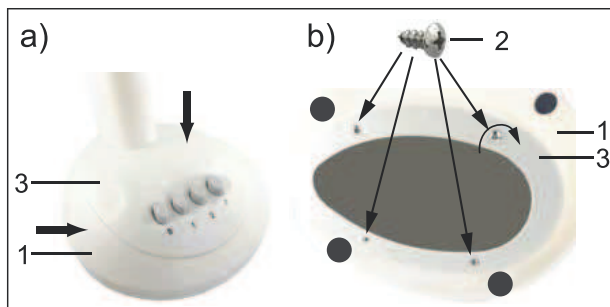

Fig.1: Montage Basis
1. Stecken Sie den Sockel (3) mit dem Motorblock und den Drucktasten zur Geschwindigkeitseinstellung des Gebläses in die Basis (1), Abb. 1, a).